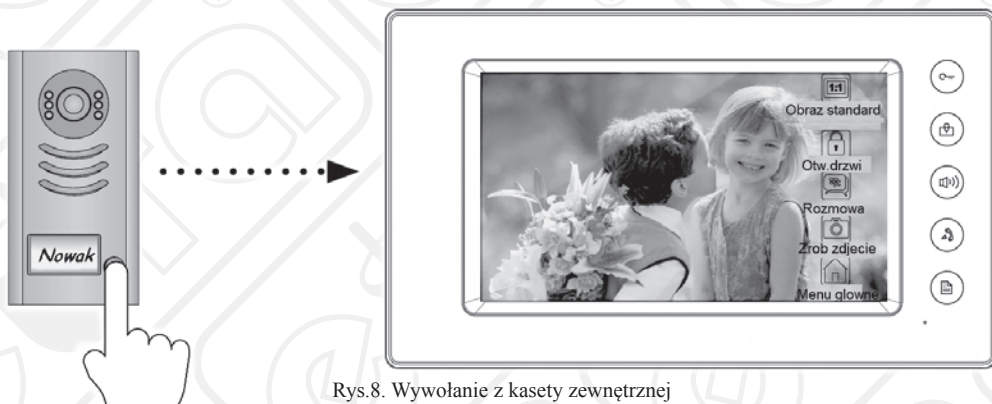

Rys.7. Dobór długości przewodów w systemie EURA-2EASY
- **Uwaga 7:** Niespolaryzowana 2-żyłowa szyna połączeń. Specyfikację zalecanych przewodów pokazano na rys. 7. Ze względu na specyfikę pracy monitorów i kaset zewnętrznych systemu EURA-2EASY, należy zastosować przewód OMY (energetyczny) typu LINKA do instalacji połączeniowej między monitorem, kasetą zewnętrzną i poszczególnymi modułami systemu EURA-2EASY. W przypadku zastosowania przewodu innego niż wyżej wymienionego, mogą pojawić się problemy ze stabilnością pracy całego systemu, zakłócenia sygnałów audio lub video.